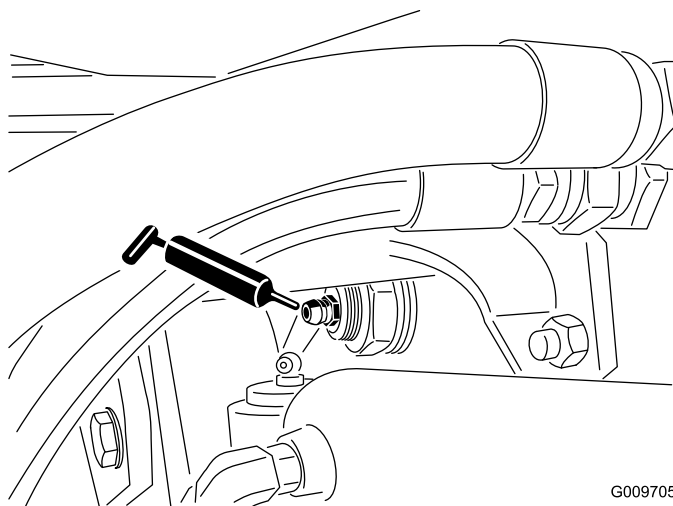

Figure 44
- Bagues de pivot d'essieu arrière (2) (Figure 44).